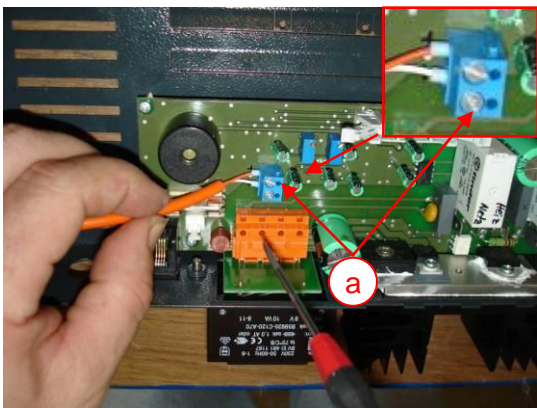

Abb. 26 – Anschluss Ausgleichsleitung
- Die Ausgleichsleitung zum Thermoelement entfernen. Dazu die Schrauben der Schraubklemme (Abb. 26 a) lösen.
- Beim Anschluss der Ausgleichsleitung (Abb.26 a) muss auf deren Polung geachtet werden. Die Polung ist auf der Leiterplatte beschriftet.
- Die Schrauben der Schraubklemme (Abb. 26 a) auf der Leistungselektronik lösen und die Ausgleichsleitung entnehmen.